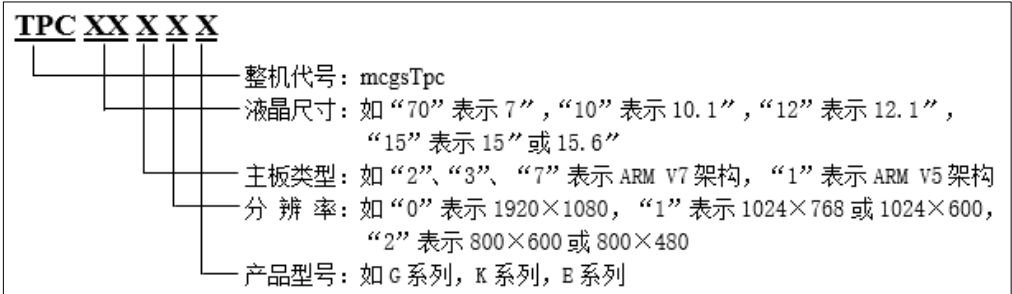

图 1.2-2 TPC 命名规则
- 展示当前 TPC 的型号，TPC 命名规则如图 1.2-2 所示：